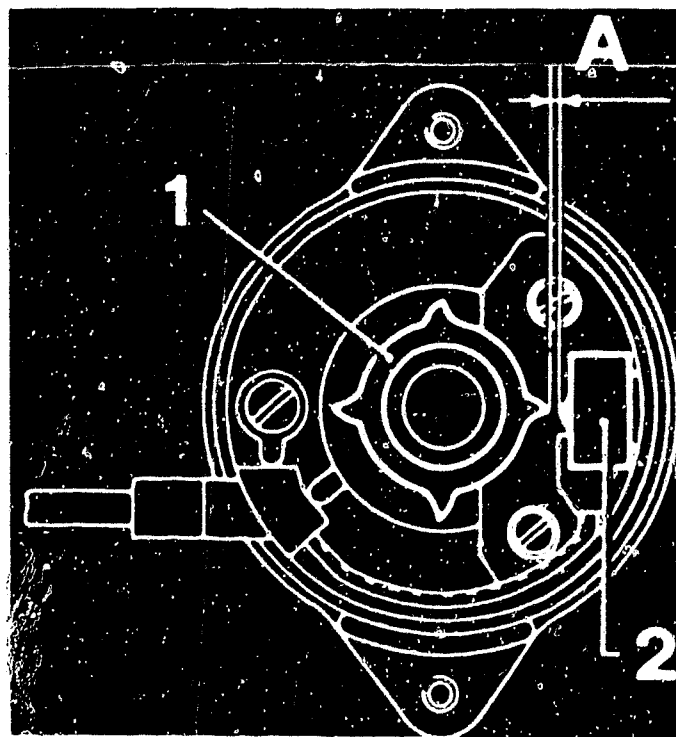

Bild 23 Im Zündverteiler Magneti Marelli SM 802 BX muss der Luftspalt (A) zwischen Rotor (1) und Stator (2) 0,5...0,6 mm betragen.
4.) Die Impulsgeberspule soll bei 20°C einen Widerstand von 690...770 Ohm haben. Der Luftspalt zwischen einem Nocken und dem festen Polschuh der Geberspule muss 0,5...0,6 mm betragen (Bild 23).